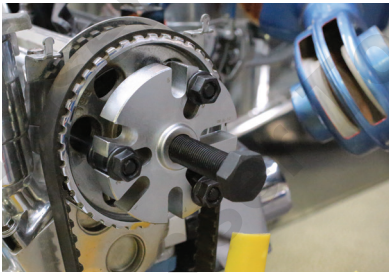

Fig. 1
3. Le disque de pont d'extracteur porte des numéros clairement gravés. Ces numéros indiquent les fentes à utiliser conformément au nombre de fentes ou de trous disponibles pour la fixation de l'extracteur. Voir la Fig. 1.